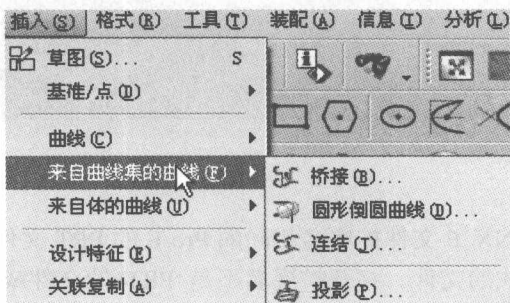

图 1-4 “插入”菜单的子菜单
主菜单包含了 UG NX 6 软件所有的主要功能，位于主窗口的顶部，在窗口标题栏的下面，如图 1-4 所示。主菜单是下拉菜单，系统将所有的指令和设置选项予以分类，分别放置在不同的下拉菜单中，单击主菜单栏中任何一个功能时，系统将会弹出下拉菜单，同时显示出该功能菜单包含的有关指令，每一个指令的前后可能有一些特殊标记。其中包括：
- 三角形符号 ：当菜单中某个命令不只含有单一功能时，系统会在命令字段右上方显示三角形符号，若选择此命令后，系统会自动出现子菜单，如图 1-4 所示。